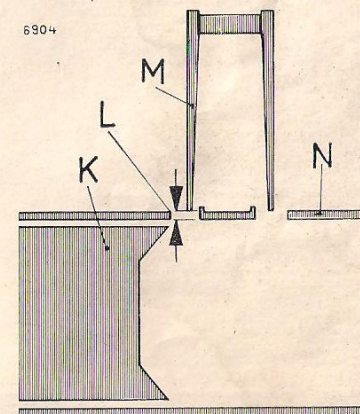

Bild 14
- Zubringerrechen "M" so bewegen, daß die Zinkenspitzen (HD 40 und HD 50 vordere Zinkenspitze) etwa 5 bis 15 mm über der Unterkante der Kanaldecke "N" stehen (Bild 14).